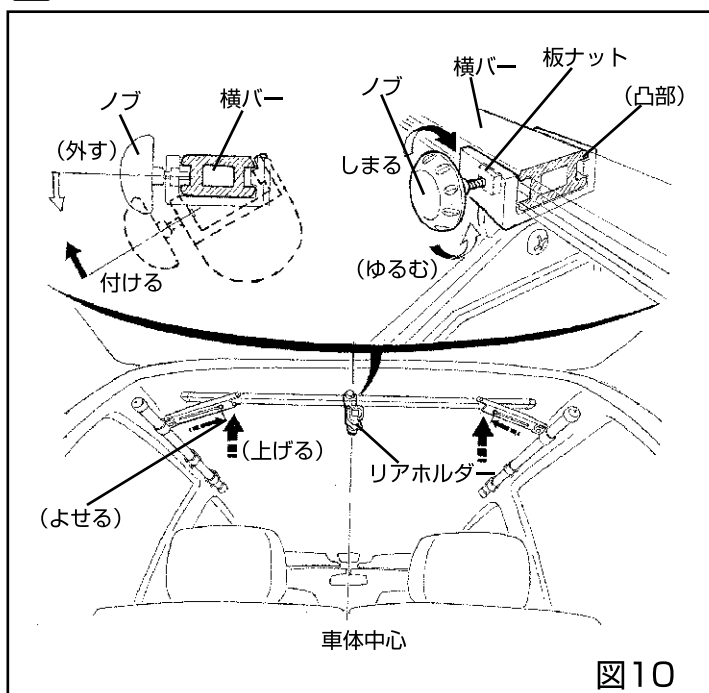

図10
- 1) 図10のように、リアホルダーを1個、横バーの中心に取付ける。
- 取付ける時は、リアホルダーのノブを一旦ゆるめて凸部を確実に横バーの凹みにかけてノブを締めてください(図10)。その際、板ナットを落とさないように注意してください。
- 2) 横バーを天井側に押し付けるように持ち上げ、アジャスターをよせて横バーの各ネジを仮締めする(図10)。